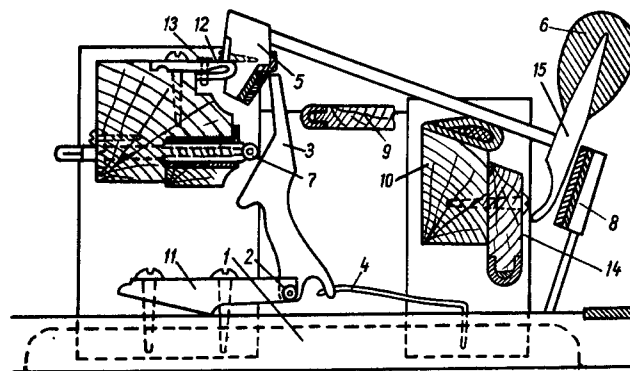

Рис. 14. Английский рояльный механизм
**Английская механика.** В XVIII и начале XIX века в области производства фортепиано происходят различного рода экспериментирования: создается масса разнообразнейших механизмов. В 1764 году голландский мастер Беккерс, а в 1777 году Стодарт совершенствуют механику, которая получает название английской (см. рис. 14). Впоследствии, после отмены патента, она становится интернациональной и очень широко используется различными фирмами. Многие рояли в России (а в ранних номерах — почти все) имеют этот или иногда улучшенный вариант английской механики. Таковы рояли петербургских фабрик Мюльбаха, Дидерикса, Беккера, Шредера. Ранние рояли Бехштейна также имели вариант этой механики.